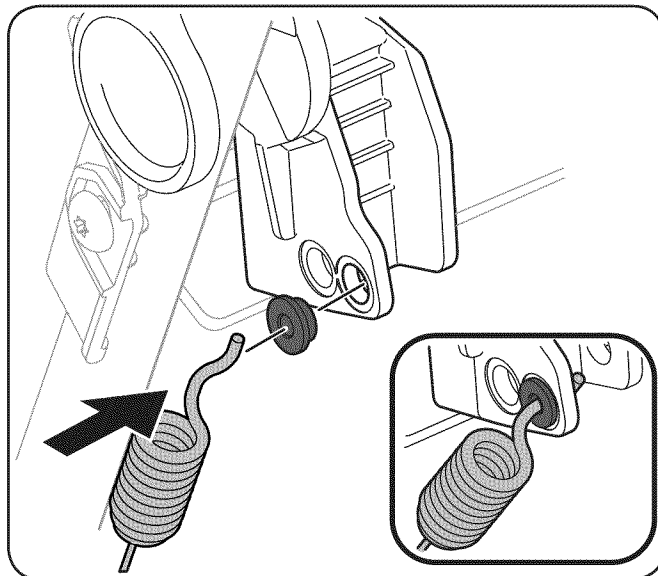

Figura 28
4. Reemplace casquillo en el orificio inferior y vuelva a colocar el cable a través del casquillo y el orificio inferior en el mango. Vea Figura 28.